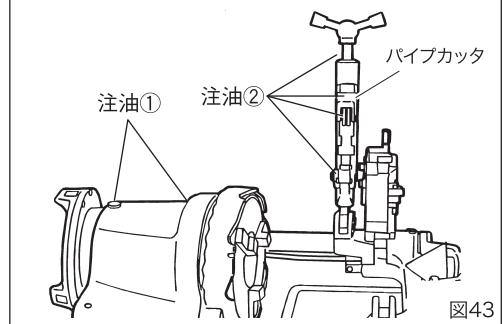

図43
6. 注油 (図43)
①主軸軸受の注油
(図43 ①)
②パイプカッタの注油
(図43 ②)